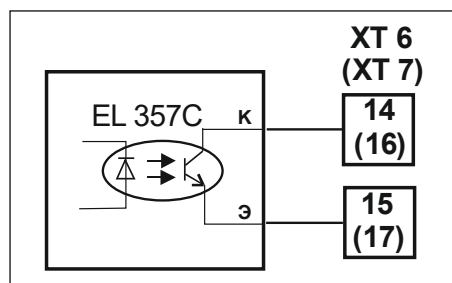

Рис.15
Рисунок 15 с транзисторной оптопарой. Контакты 15 (17) подключаются к GND (общий провод вторичного прибора). Контакты 14 (16) выход импульсов типа “открытый коллектор”.